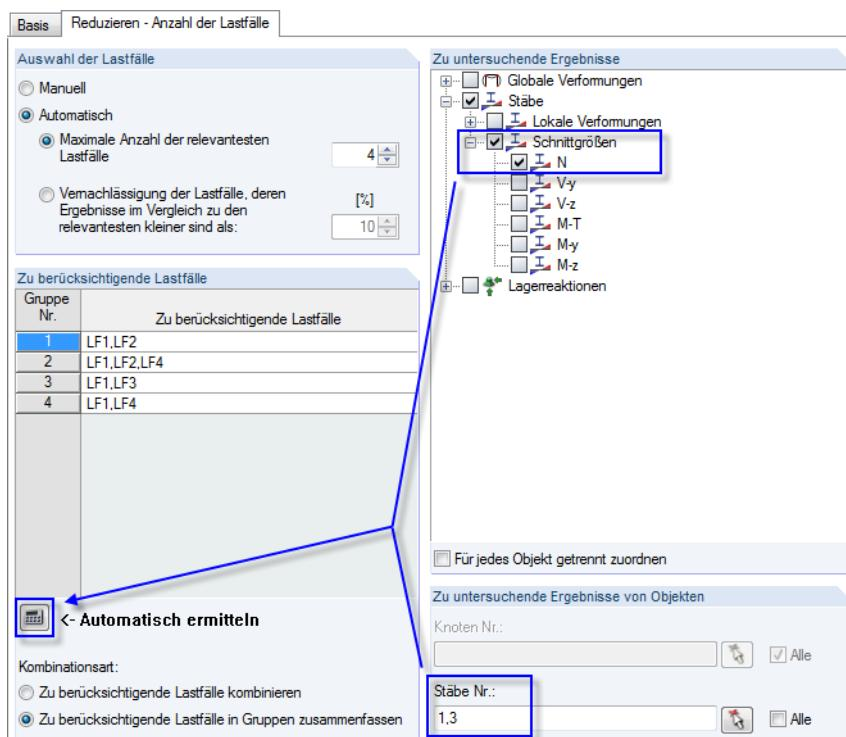

Bild 5.20: Automatische Ermittlung von Lastfällen in Gruppen
- im Abschnitt *Zu untersuchende Ergebnisse von Objekten* nur die Nummern der Stützenstäbe eingetragen werden (siehe Bild 5.20).
Die Vorgaben im Register *Reduzieren - Ergebnisse untersuchen* sind analog zu Bild 5.20 zu treffen.